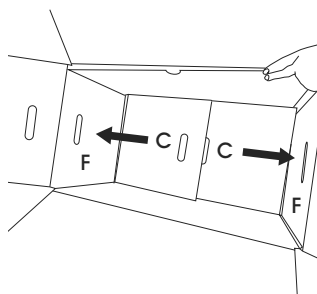

Figure 10
8. Soulevez les deux rabats latéraux (C) contre leurs panneaux latéraux respectifs (F). (Voir Figure 10 et 11)